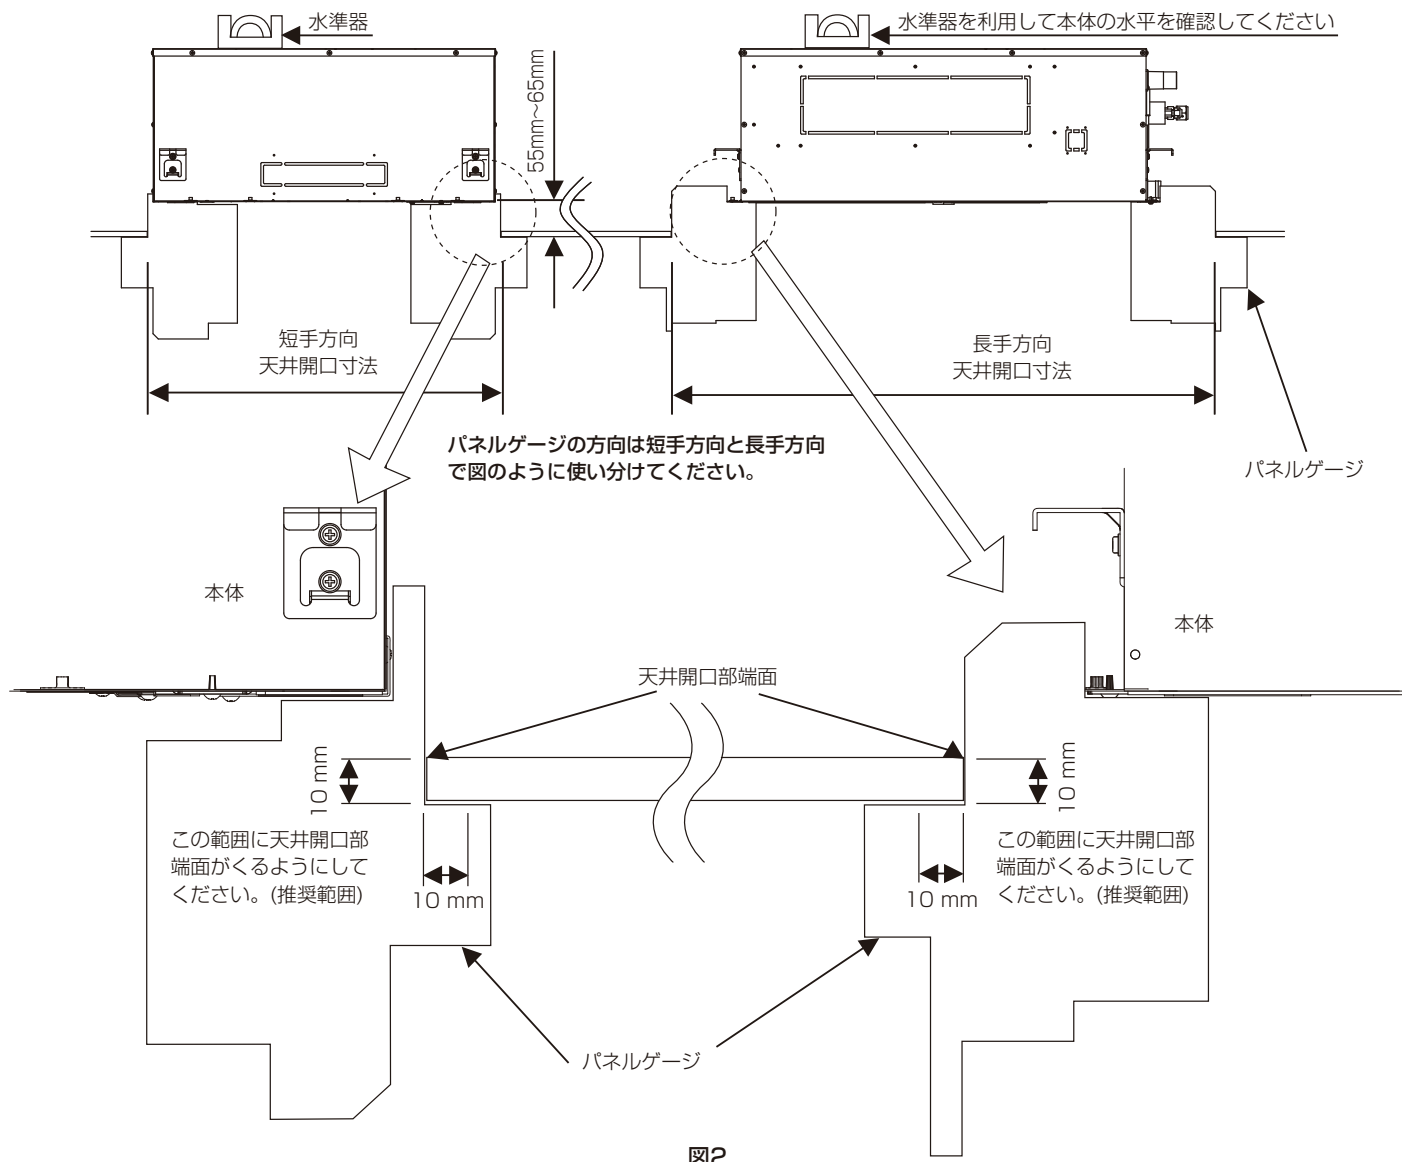

図2
- 化粧パネルを取付ける前にユニット本体が、正常に吊られているか確認してください。ユニット本体は図2のように本体下面位置が規定の寸法内に天井に引込むように据付けられていれば正常です。ダンボール上面のパネルゲージを使用して図2のように本体の「長手方向」と「短手方向」の取付位置の調節、確認してください。